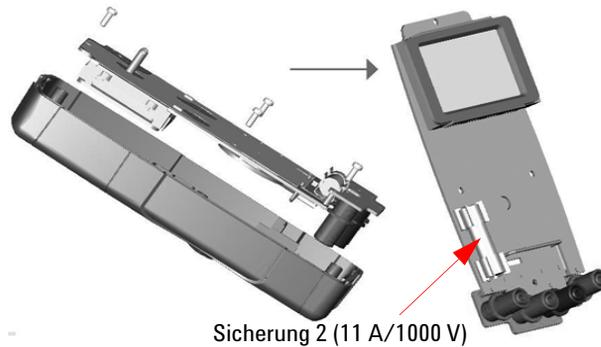

Abbildung 4-3 Austausch von Sicherung 2
- 5 Wenn Sie eine defekte Sicherung 2 austauschen möchten, entfernen Sie Sicherung 1 und lösen Sie die vier Schrauben (wie in **Abbildung 4-3** angegeben), um die Platine von der Gehäuseoberseite zu heben und sie zu entfernen.
- 6 Entfernen Sie vorsichtig die defekte Sicherung 2, indem Sie ein Ende der Sicherung herausdrücken und sie aus der Sicherungsklammer nehmen. Siehe **Abbildung 4-3**.